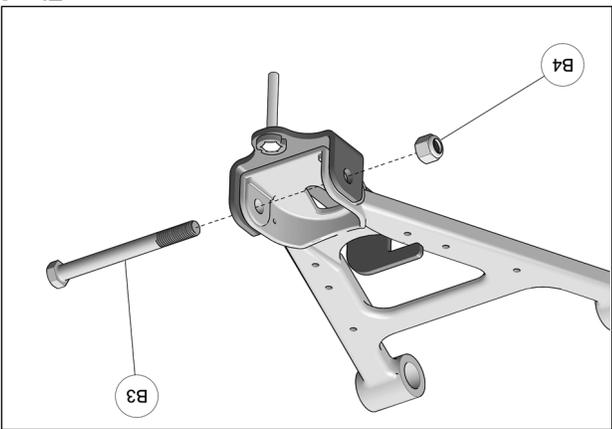

Fig. 8
7. Insérer le nouveau boulon 5/8-11 (B3) à travers l'ancrage, le bras de suspension inférieur et le moyeu de roue. Fixer l'assemblage en utilisant le nouvel écrou (B4) fourni. Serrer le boulon à un couple de 108 N•m [80 lb•pi]. Voir la Fig. 8